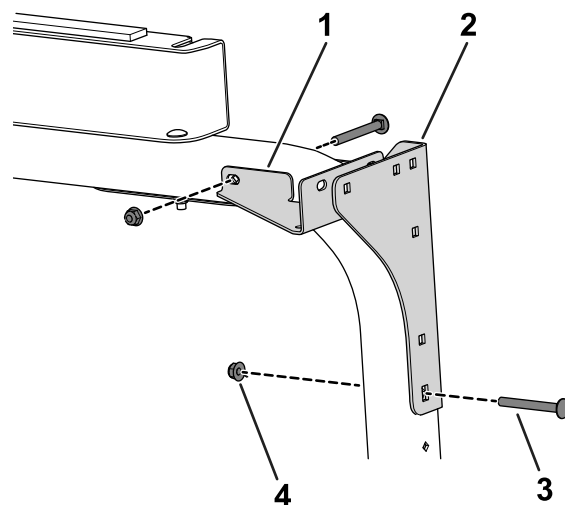

図 28
6. キャリッジボルト5/16 x 2 3/4 インチ4本とフランジナット5/16 インチを使って、日よけの後取り付けブラケットと後コーナーガセットを ROPS に固定する図 28。